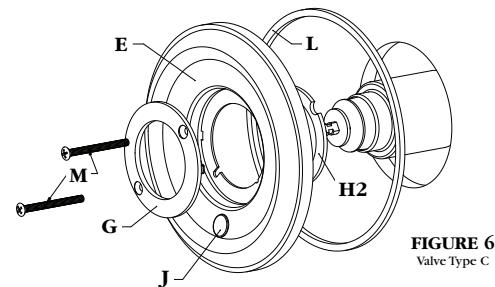

FIGURE 6
- Valve Type C uses the faceplate insert (G) with the larger inner opening (Fig. 6).
La Válvula Tipo C utiliza la inserción de la placa frontal (G) cuya apertura interior es más grande (Fig. 6).